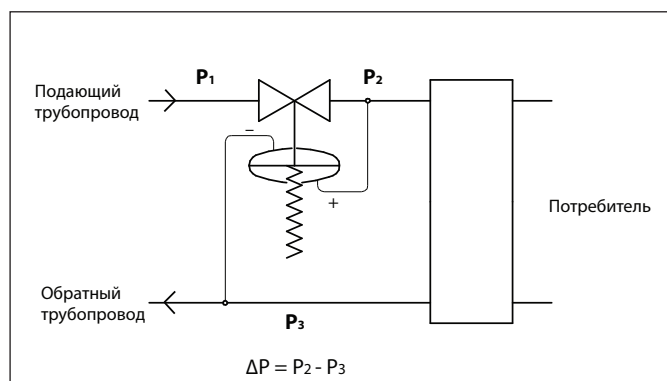

Рис.1. Установка на подающем трубопроводе
1. Регуляторы перепада давления, закрывающиеся при повышении перепада давления. Пружина удерживает клапан в открытом положении, а большее давление воздействует на чувствительный элемент, закрывая клапан. Примерами регуляторов этой группы являются клапаны KAT33. Типичное применение данной группы регуляторов перепада давления — регулирование перепада давления на потребителе за счет дросселирования подающего или обратного трубопроводов (см. Рис. 1 и 2):
Некоторые регуляторы перепада давления для работы требуют использования двух или более импульсных трубок. Они необходимы для передачи импульса регулируемого давления на чувствительный элемент клапана (мембрану, поршень или сильфон), а также для передачи силового импульса подвижным элементам. Необходимость импульсных трубок указана в описании клапанов. Импульсные трубки подсоединяется в точках поддержания перепада давления (см. Рис. 1, 2 и 3).